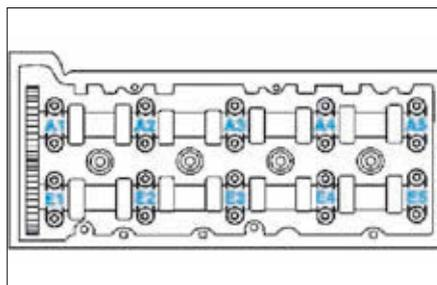

FIG. 55
- Déposer les chapeaux de palier d'arbre à cames E1, E3 et E5 ainsi que A1, A3 et A5 (Fig.55).